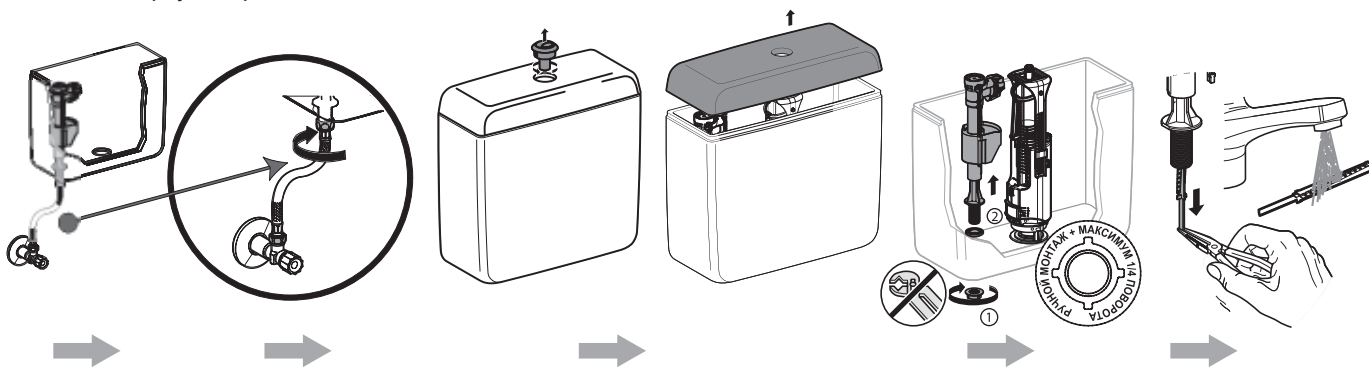

Рис. 15.
Закройте запорный вентиль, отсоедините наливной механизм от водопроводной сети, снимите крышку бачка, открутите пластиковую зажимную гайку наливного механизма с наружной стороны, достаньте наливной механизм из бачка, извлеките фильтр грубой очистки из основания наливного механизма и прочистите его (рис. 15), произведите сборку в обратной последовательности.
**Мероприятие:** прочистите фильтр грубой очистки наливного механизма (рис. 15).